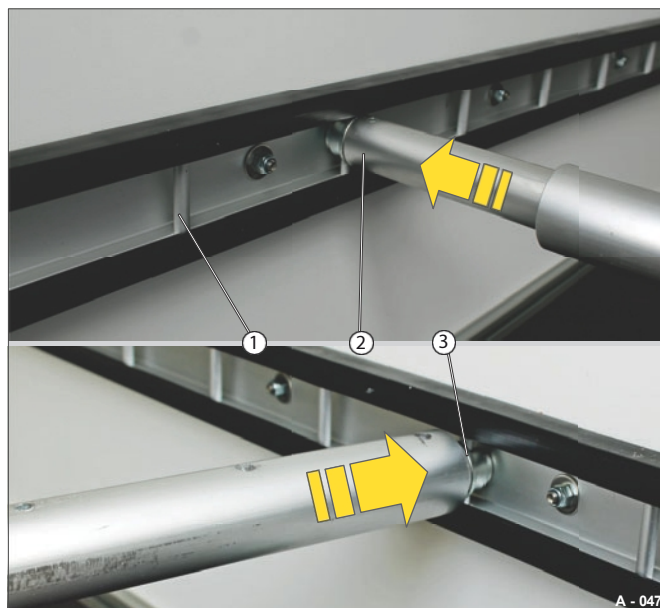

Fig. 47 Isætning af låsestang
- Placer teleskopendestykket (Fig. 47/2) med endestift (Fig. 47/3) på stangen (Fig. 47/1).